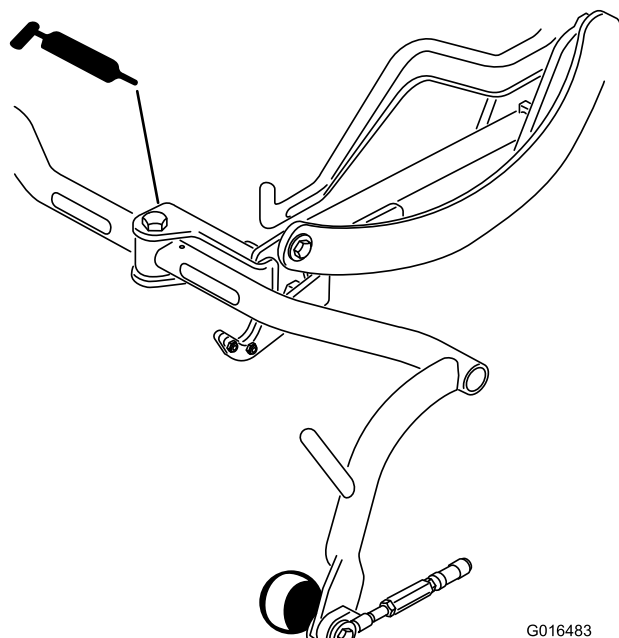

Figura 37
- Perno del telaio portante (3) Figura 37